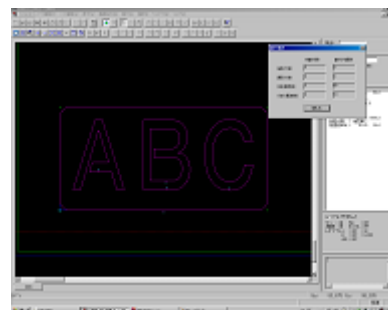
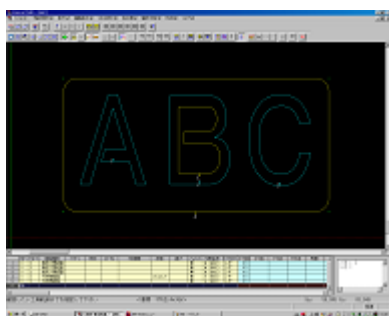

図12 CAM-パーツ加工
図13 CAM-NC 作成
②文字が作成されたら、CAMボタンをクリック
3) CAM-パーツ加工 (図12)
①CAM画面になり加工段取りON
②レーザー軌跡の割り付け
③NCボタンⒶを押してNCプログラム作成
4) CAM-NC作成 (図13)
①加工条件ON
②加工順序の確認
③NCボタンⒷを押してNCプログラム作成